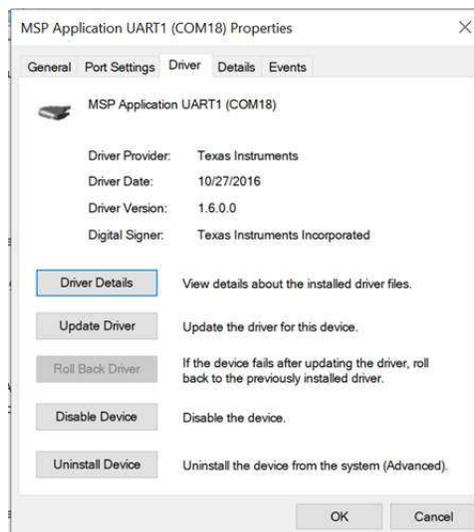

图 3-2. MSP 应用程序 UART 驱动程序属性
成功安装后还会显示驱动程序发布者为德州仪器 (TI)，如图 3-2 所示：